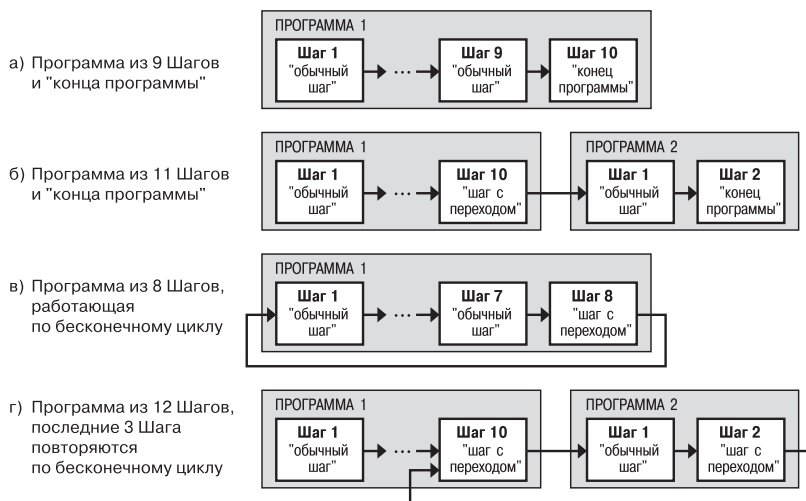

Рис. 3. Примеры Программ, которые можно реализовать с помощью различных типов Шагов
- Программу, состоящую более чем из 10 Шагов (рис. 3, б, г);
- Программу, работающую по бесконечному циклу (рис. 3, в, г).
Нециклическая Программа в ТРМ151-01 (рис. 3, а, б) состоит из последовательности «обычных шагов» и «шагов с переходом», которая заканчивается Шагом типа «конец программы».